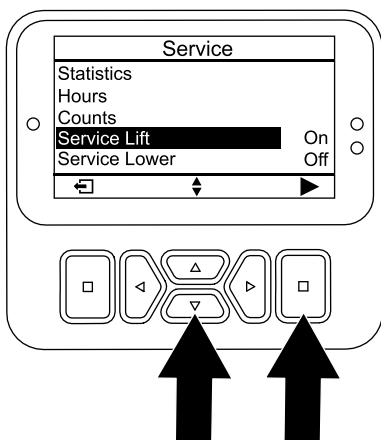

Figura 120
4. Pulse el botón Bajar hasta que quede seleccionada la opción SERVICE LIFT (Elevación de mantenimiento); luego pulse el botón Seleccionar (Figura 120).